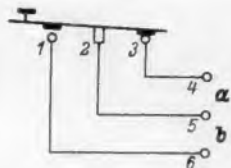

Bild 1. Kontakt- und Stromkreisschema der normalen Handtaste
Links: Bild 1. Anzustrebende Selektionskurve eines Fernsehempfängers
c) Die Selektionskurve. Die zu erstrebende Selektionskurve ist festgelegt. Sie wird bei vollständigem Ausbau des Fernsehnetzes zur Erzielung eines störungsfreien Empfanges unbedingt notwendig sein. Die anzustrebende Kurve ist in Bild 1 dargestellt. Der Bildträger liegt bekanntlich auf der Mitte der Nyquistflanke des Empfängers, der Tonträger in 5,5 MHz Abstand vom Bildträger, wobei der Tonträger die höhere Frequenz hat. Im Bild aufgetragen ist die notwendige, auf die Maximalverstärkung bezogene Dämpfung in Dezibel in Abhängigkeit vom Frequenzabstand zum Bildträger. Für den, der sich unter der Dämpfung in Dezibel nichts vorstellen kann, zeigt Bild 2 das Verhältnis der Verstärkung V bei der betrachteten Frequenz zur Maximalverstärkung V_0 , ausgedrückt in Dezibel. Eine Dämpfung von 20 db bedeutet also z. B. einen Verstärkungsrückgang auf ein Zehntel, $V/V_0 = 1/10$.
Am gebräuchlichsten ist die normale Handtaste, die sich für den Morseunterricht sehr gut eignet und die zum Inventar einer jeden Funkstation gehört. Je nachdem, ob man die Taste drückt oder offen läßt, sind die Stromkreise a oder b geschlossen (Bild 1). Bei offener Taste wird